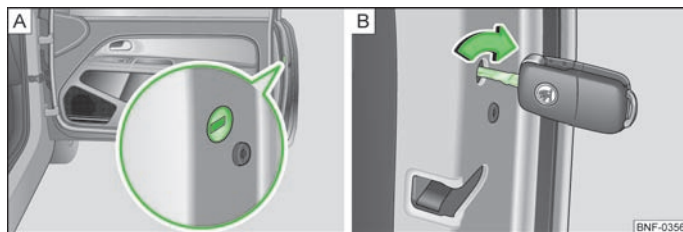

Abb. 13 Notverriegelung der Tür
Auf der Stirnseite der Türen, die keinen Schließzylinder haben, befindet sich ein Notverschließmechanismus » Abb. 13 - [A], der nur nach dem Öffnen der Tür sichtbar ist.
- Den Schlüssel in den Schlitz » Abb. 13 - [A] einführen und diesen bei der rechten Tür in die waagerechte Stellung im Uhrzeigersinn » Abb. 13 - [B] und bei der linken Tür entgegen dem Uhrzeigersinn drehen.